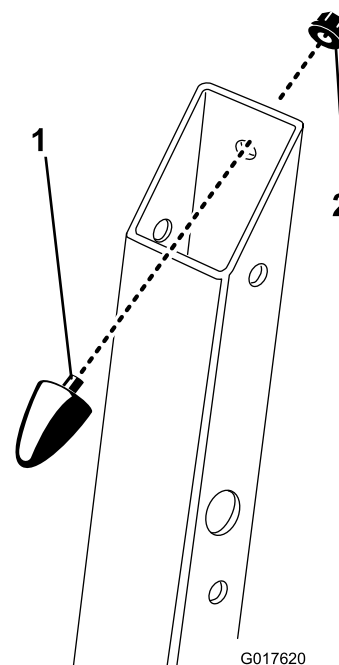

Figura 6
4. Si los topes de goma cónicos no están preinstalados: Desbloquee la barra antivuelco y bájela. Instale los topes de goma cónicos dentro del bisel de la parte superior de los soportes de la barra anti-vuelco, según se muestra en Figura 6. Sujete los topes usando las tuercas con arandela prensada (5/16").